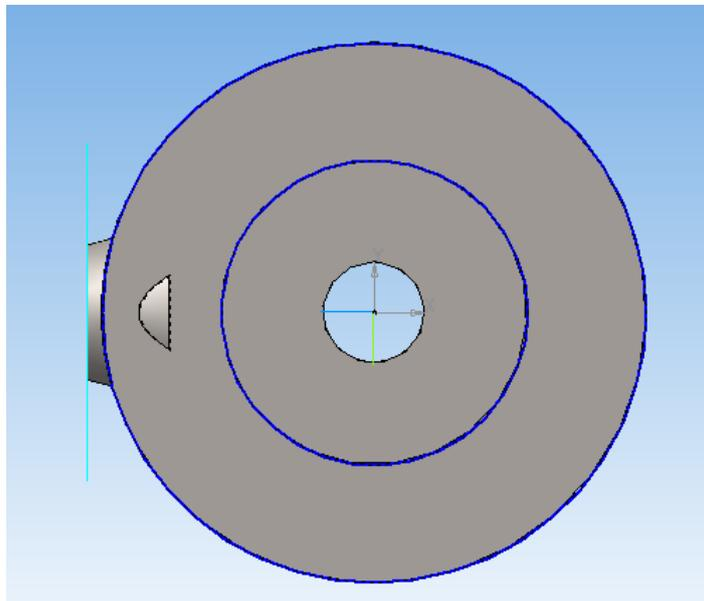

Рис. 9. Две окружности для создания эскиза
5. Для удаления выступающей части конуса выделите соответствующую торцевую грань и войдите в режим редактирования эскиза. На инструментальной панели *Геометрия* щёлкните по кнопке *Окружность*. Постройте две окружности: одну по внешней кромке грани, вторую по пересечению двух цилиндров (рис. 9).